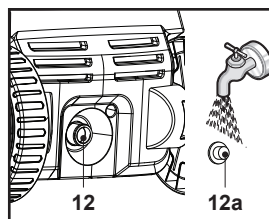

Fig. 22
2. Remova o filtro (12a) do conector de entrada de água (12) e enxague sob água corrente para remover quaisquer objetos estranhos (Fig. 22). Em seguida, volte a instalar o filtro (12a).